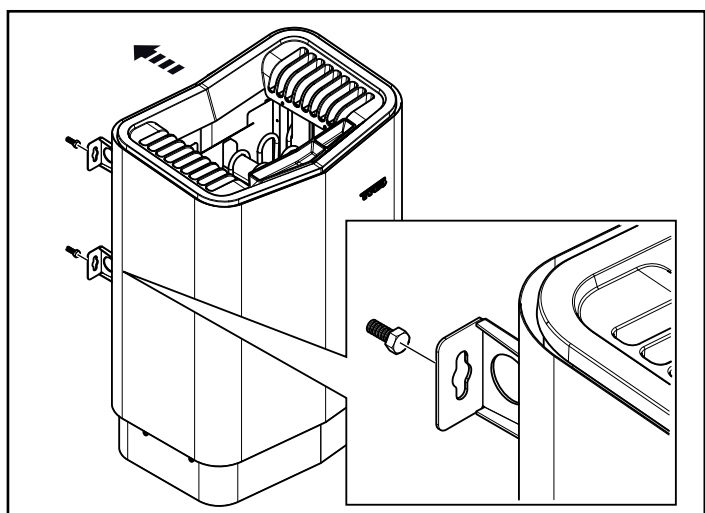

Afbeelding 12: Afstanden
6. Bevestig de schroeven van de beugel op de aangegeven afstanden (zie afbeelding 12).